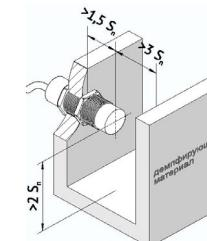

Рисунок 4 - Минимальные расстояния до металлических и демпфирующих объектов при установке неутапливаемых емкостных выключателей
5.3 Металлы и материалы с высокой диэлектрической проницаемостью (например, вода) обладают сильным демпфирующим действием, поэтому, если регулировкой чувствительности исключить их влияние невозможно, необходимо обеспечить свободную область вблизи активной поверхности выключателя согласно Рис.4.